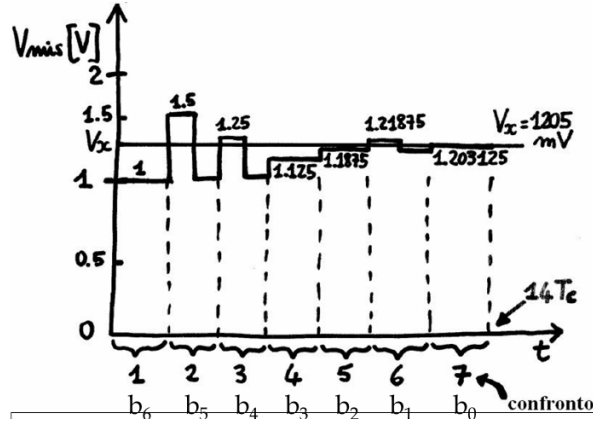

Figura 5.8: Grafico di conversione ad approssimazioni successive.
2. Come possiamo vedere dalla Figura 5.8 il valore di misura risulta essere:  $V_{mis} = 1203.125 \text{ mV}$